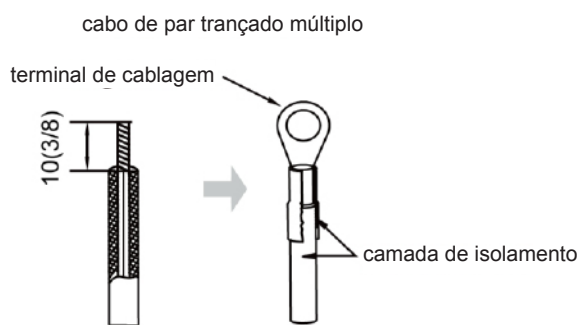

Fig. 14
- (2) A ligação do cabo entrançado (como mostrado na Fig. 14).